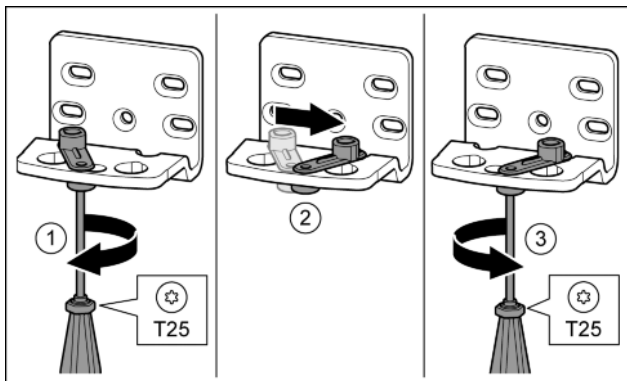

Fig. 13
- ▶ С отвертка T25 завийте хлабаво винта. Fig. 13 (1)
- ▶ Повдигнете помощното приспособление за затваряне на вратата и го завийте в отвора с 90° надясно. Fig. 13 (2)
- ▶ С отвертка T25 затегнете винта. Fig. 13 (3)